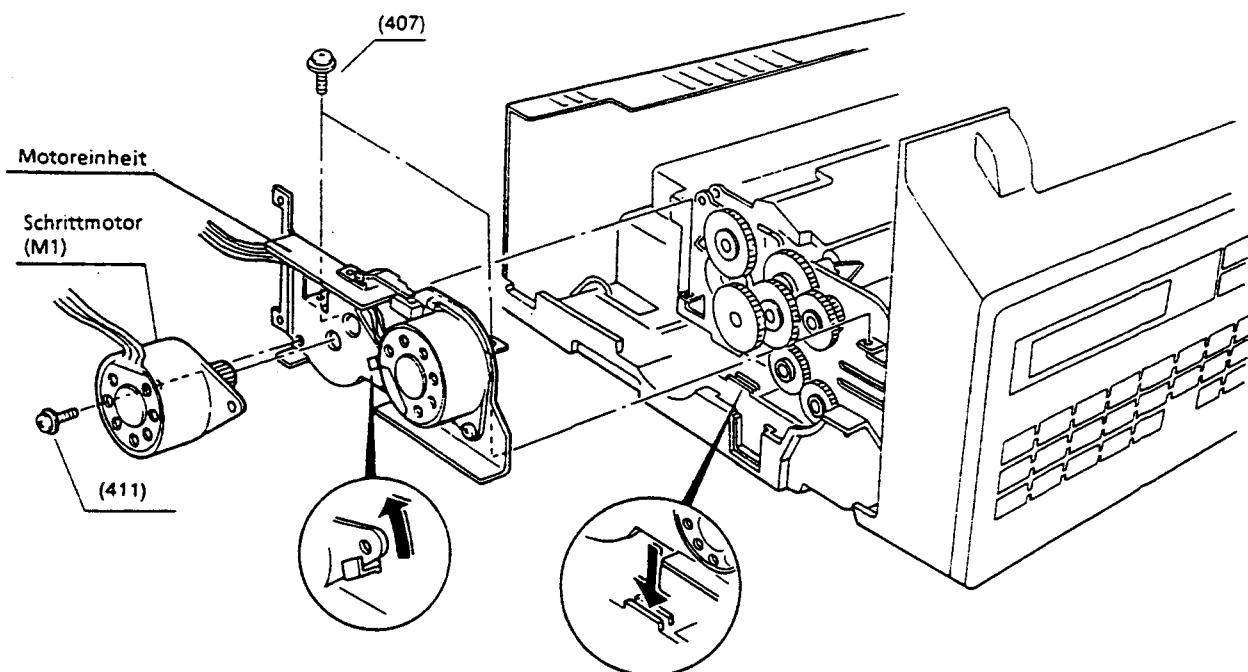

Abbildung 4.3.32
- (1) Öffnen Sie die Empfangseinheit.
- (2) Entfernen Sie die Abdeckungen (siehe Abschnitt 4.3.1.1).
- (3) Entfernen Sie die beiden Schrauben (407) und nehmen Sie die Motoreinheit heraus (siehe Abbildung 4.3.32).
- (4) Entfernen Sie vier Schrauben (408), die die Mechanikbaugruppe sichern und heben Sie das vordere Ende an.
- (5) Entfernen Sie das Sendeauswurfzahnrad (125) und die beiden D6-Lager (144), und nehmen Sie dann die Sendeauswurfwalze (115) heraus.
- (6) Der Einbau erfolgt in umgekehrter Reihenfolge.
- (4) Entfernen Sie die vier Schrauben (408), die die Mechanikbaugruppe sichern und heben Sie das vordere Ende an.
- (5) Drehen Sie das Aufzeichnungspapierführungsblech (128) und das Sendeauswurfführungsblech (176) zu Ihnen hin.
- (6) Entfernen Sie die Schraube (410) und nehmen Sie die Sendeauswurfandruckwalzenbaugruppe (5) heraus.
- (7) Der Einbau erfolgt in umgekehrter Reihenfolge.
- (1) Öffnen Sie die Empfangseinheit
- (3) Entfernen Sie beiden Schrauben (407) und nehmen Sie die Motoreinheit heraus (siehe Abbildung 4.3.32).
- (4) Entfernen Sie die Sicherungsringe (413) und nehmen Sie das ADF-Zahnrad (123) heraus.